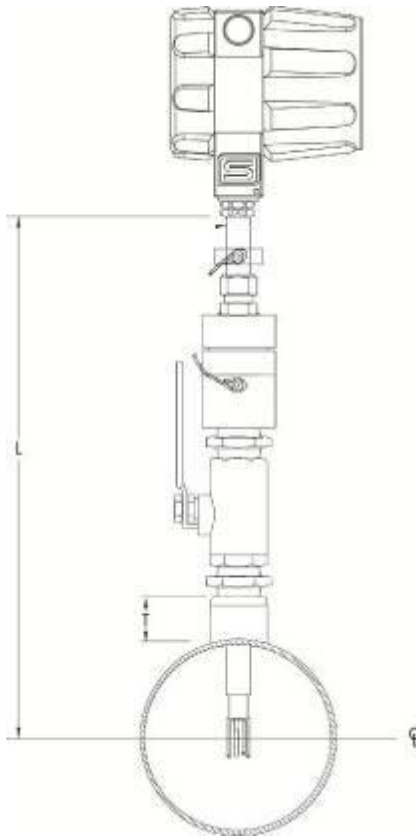

Figure 2-2 : La profondeur d'insertion pour un robinet à basse pression
2. Calculer la profondeur d'insertion du débitmètre comme indiqué sur la Figure 2-2 pour un robinet à basse pression ou sur la figure 2-3 pour un robinet à haute pression.